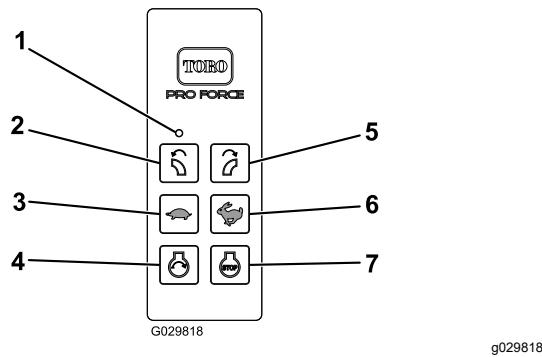

Figura 9
La luz LED indica que se están comunicando el control remoto y el módulo de control inalámbrico (Figura 9).
Pulse el botón de PARADA DEL MOTOR para apagar el motor (Figura 9).
Después de preparar la máquina para el arranque con el control remoto, pulse el botón DE ARRANQUE DEL MOTOR para arrancar el motor (Figura 9). Consulte en Control del motor \(página 19\) la secuencia de arranque.
Presione el botón GIRAR TOBERA A LA IZQUIERDA o GIRAR TOBERA A LA DERECHA para girar la tobera del soplador a la posición deseada (Figura 9).
- Pulse el botón AUMENTAR LA VELOCIDAD DEL MOTOR (ícono de conejo) para aumentar la velocidad del motor (Figura 9).